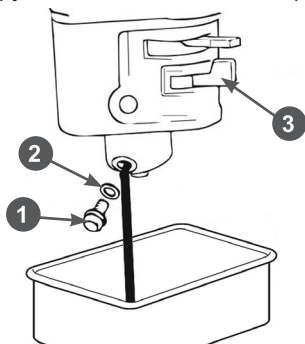

Рис.28 Обслуживание фильтра-отстойника
1. Установите рычаг топливного крана 3 (Рис. 28) в положение «ЗАКРЫТО».
3. Открутите болт 1 сливного отверстия и слейте топливо из поплавковой камеры карбюратора (Рис. 28).